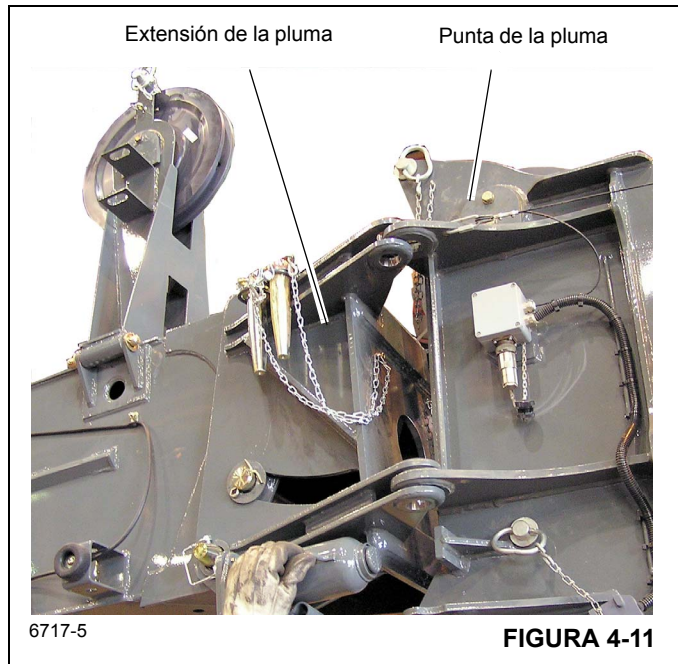

FIGURA 4-11
8. Eleve y/o baje la pluma ligeramente para ayudar a controlar la extensión de la pluma. Utilice la cuerda amarrada a la punta de la extensión de pluma para girar la extensión delante de la punta de la pluma (Figura 4-11), enganchando los adaptadores de fijación en los adaptadores de anclaje del lado izquierdo de la punta de la pluma.
9. Instale el pasador de fijación del lado superior izquierdo y la pinza de retención en los adaptadores superior de anclaje y de fijación de la punta de la pluma (Figura 4-11).